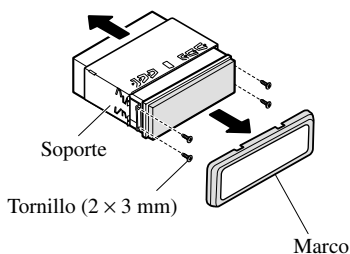

Fig. 15
- Quite el marco y el soporte. (Fig. 15)